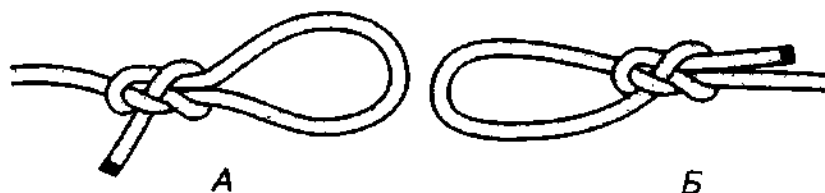

Рис. 409. *Трансформер* (А) – это *защемляющий узел* (Б), ходовой и коренной концы у которого выходят с разных сторон узла.
*Трансформер* – это «перевернутый» *защемляющий узел* (рис. 409). *Трансформер* лишний раз подтверждает хорошие свойства *защемляющего узла*, который, даже в перевернутом виде всё равно отлично работает и не теряет свои замечательные свойства регулируемой петли.